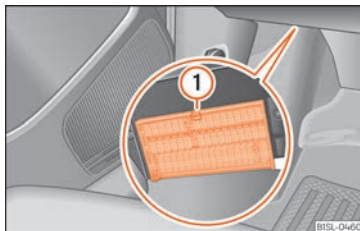

Abb. 45 Auf der Fahrerseite unter der Instrumententafel: Abdeckung des Sicherungskastens.
- Öffnen: Verriegelungshebel » Abb. 45 ① drücken, bis sich die Abdeckung öffnen lässt. Abdeckung nach unten aufklappen.
- Schließen: Abdeckung entgegen der Pfeilrichtung nach oben klappen, bis diese hörbar in den Verriegelungshebel ① einrastet.